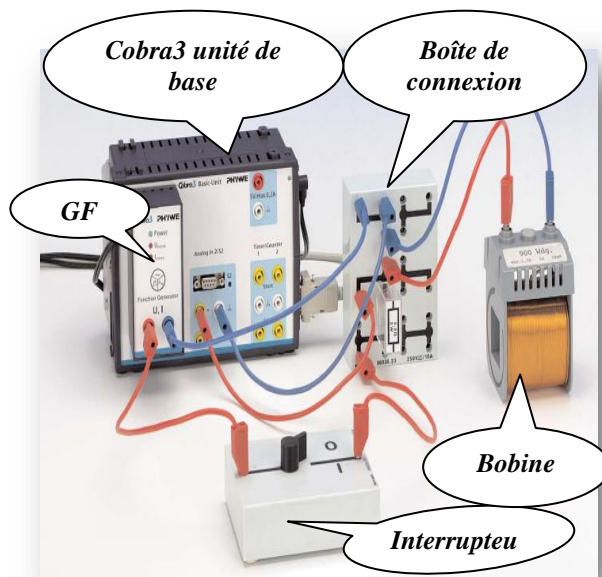

Figure. 1 : Montage expérimental pour la charge et la décharge d'un condensateur et d'une bobine
- Branchez le module générateur de fonctions (FG, *Function generator, mod*) à l'unité Cobra3 (*Cobra 3 basic unit*) et configurez l'équipement selon la *Fig. 1 ou 2* avec le condensateur de 47 μF branché dans la boîte de connexion au lieu des bouchons des câbles de connexion à la bobine. La résistance en série avec le condensateur doit être de 470 Ohm. L'entrée "Analog In 2/S2" doit être connecté de manière à mesurer la chute de tension sur le condensateur. Réglez l'interrupteur Marche / Arrêt sur **O** (ouverture/arrêt).